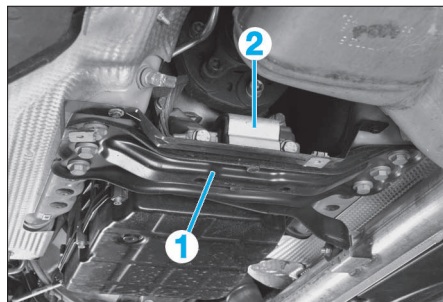

FIG. 2
- Déposer la traverse support de boîte (1) avec son silentbloc (2) (Fig.2).